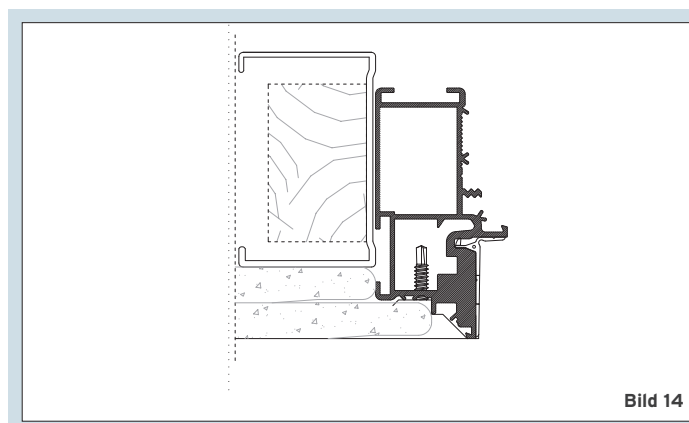

Bild 14
5. Doppelte Belegung (Bild 14).